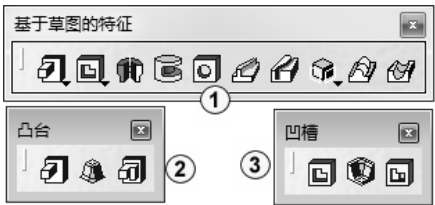

图 3-3 “基于草图的特征”工具栏
“基于草图的特征”工具栏如图 3-3 中①所示。
第一项“凸台”特征即是将一个闭合的、不相交的平面曲线轮廓沿着一个方向或同时沿相反的两个方向进行拉伸而形成实体。单击“凸台”按钮右下角的倒三角形，可有 3 种方式：“凸台”“拔模圆角凸台”与“多凸台”，如图 3-3 中②所示。